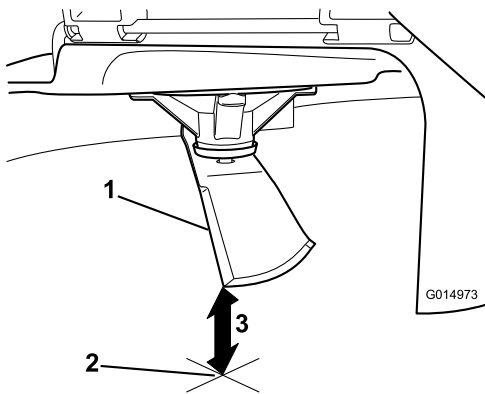

Figura 56
3. Mida desde la punta de la cuchilla hasta la superficie plana (Figura 56).